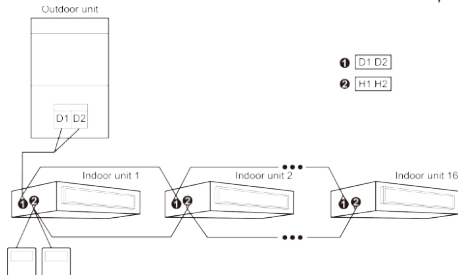

Fig. 4.7 Două telecomenzi cu fir comandă simultan mai multe unități interioare VRF
- (2) Pentru telecomanda cu fir care conectează unitatea VRF pot fi adoptate metodele de cablare din fig. 4.4~fig. 4.7.